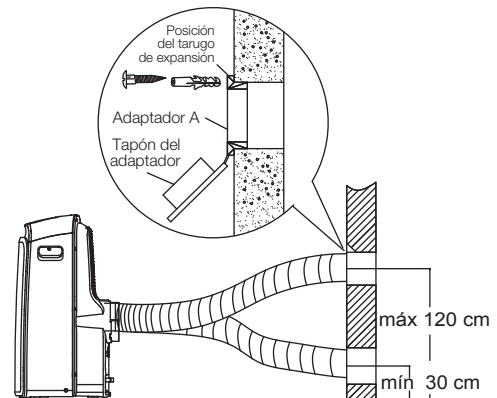

Fig. 18
1. Hacer un agujero en la pared. Instalar el adaptador A de Escape de pared sobre la pared (exterior) utilizando 4 tarugos de expansión y tornillos de madera, asegurarse de fijarlos completamente. (Ver Fig. 18).